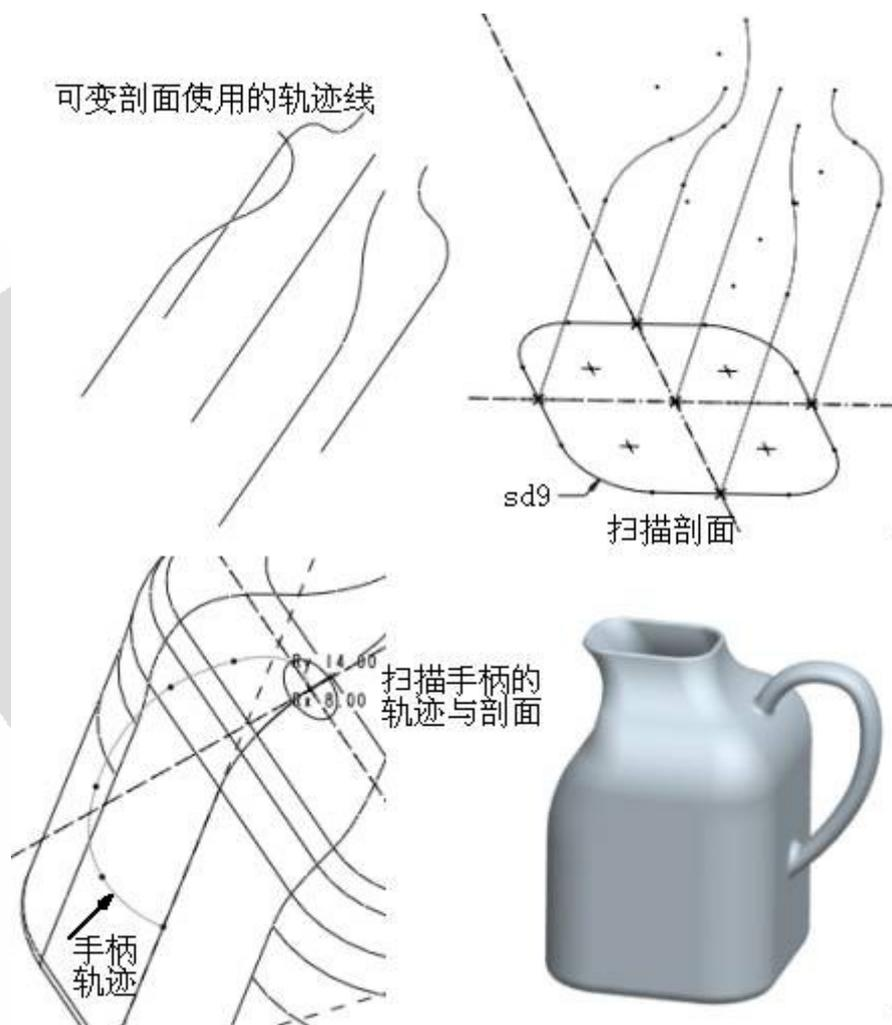

图 9-6 练习 9-4 操作示意图
【练习 9-4】： 打开附盘 “ch09\9-4.prt” 文件，使用【图形】基准、【关系式】、【可变剖面扫描】、【扫描】命令建立如图 9-6 所示的瓶子模型。
2. 单击  按钮，进入草绘状态，绘制如图 9-6 所示的剖面，并对圆角施加关系式：